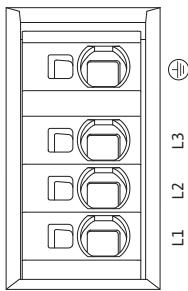

Fig. 30: Vermogensklemmen (netaansluitklemmen)
- Vermogensklemmen (netaansluitklemmen) (Fig. 30)